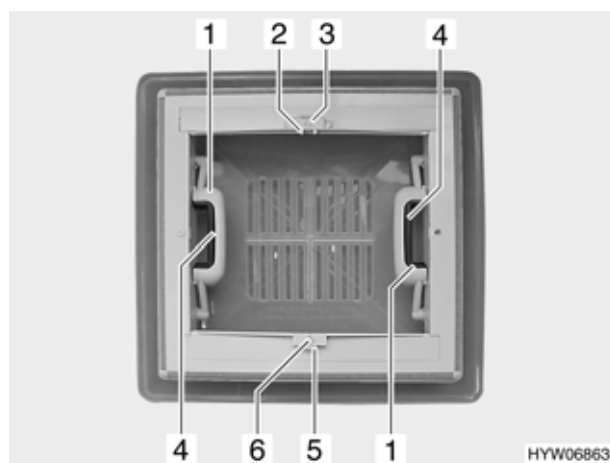

Fig. 56 Oblò a scatto
- Premere la chiusura a scatto (Fig. 56,4) verso l'interno dell'oblò. Premere contemporaneamente verso l'alto l'oblò con la maniglia (Fig. 56,1).
- Premere l'arresto (Fig. 56,5) verso il lato esterno dell'oblò.
- Tirare l'oscurante a rullo per la maniglia (Fig. 56,6) fino alla maniglia contrapposta della zanzariera a rullo (Fig. 56,2) e farla innestare.
- Serrare la maniglia (Fig. 56,2). L'arresto si sblocca.
- Ricondurre lentamente l'oscurante a rullo accompagnandolo con la maniglia (Fig. 56,6).
- Premere l'arresto (Fig. 56,3) verso il lato esterno dell'oblò.
- Tirare la zanzariera a rullo per la maniglia (Fig. 56,2) fino alla maniglia contrapposta dell'oscurante a rullo (Fig. 56,6) e farla innestare.
- Ricondurre lentamente la zanzariera a rullo accompagnandola con la maniglia (Fig. 56,2).